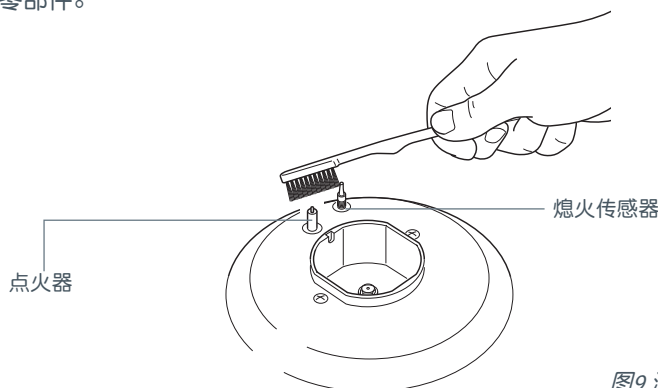

图9 清洁点火器和传感器
- 点火器是否打火花。如果点火器不打火花，可能是点火器脏了或受潮。用牙刷或甲基化酒精清洁点火器，如下面的图9所示。参看“保养和清洁”了解如何拆卸和更换灶头零部件。